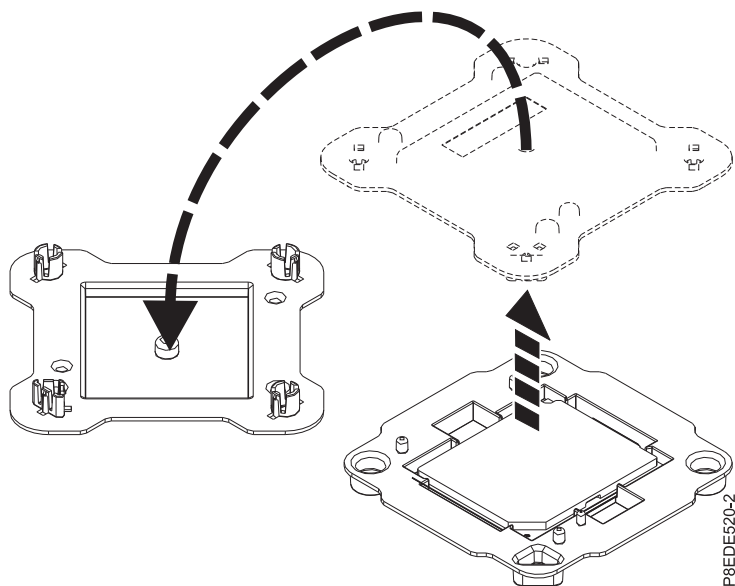

Figura 23. Apertura del empaquetado del módulo del procesador del sistema
2. Abra el empaquetado del nuevo módulo del procesador del sistema y coloque la cubierta boca abajo, al lado de la bandeja, como se muestra en la Figura 23 en la página 26. La cubierta se utiliza para el módulo del procesador del sistema que está sustituyendo.